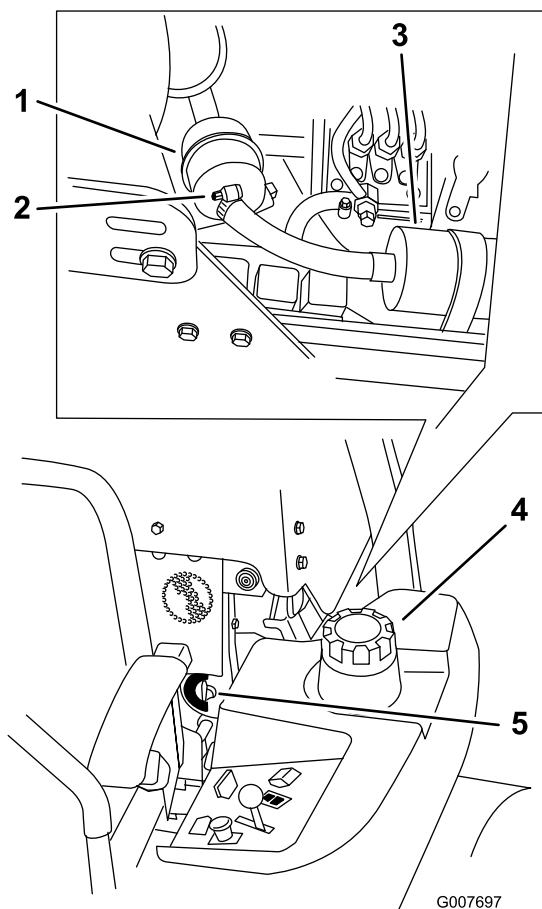

Figura 71
4. Feche a válvula de corte do combustível (Figura 71).
5. Desaperte as 2 braçadeiras de tubos e desligue as linhas do combustível do filtro de combustível (Figura 71).
6. Monte um filtro novo. Ligue os tubos de combustível ao filtro do combustível e coloque as duas braçadeiras (Figura 71).